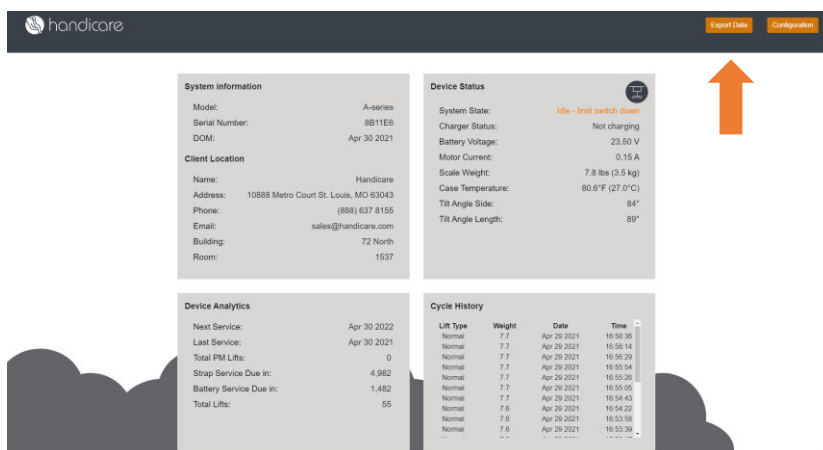

Figure 17: Bouton d'exportation
- Appuyez sur **[Entrée]**. L'écran du menu principal Handicare Wi-Fi s'affiche (Figure 17).